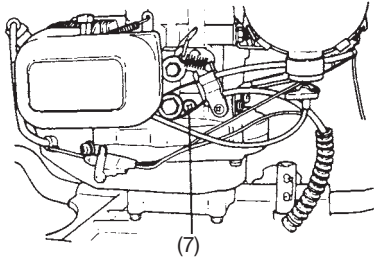

Fig. 12
- 2) El regulador de velocidad del motor es lubricado con aceite de densidad #30 (EP Lithum). La capacidad es de 0,5 fl.oz. (16ml) y deberá verificarse cada 50 horas de uso con el tornillo de comprobación de nivel. (Fig. 12) Al desenroscar el tornillo de comprobación, mantener la parte de la rosca hacia arriba.